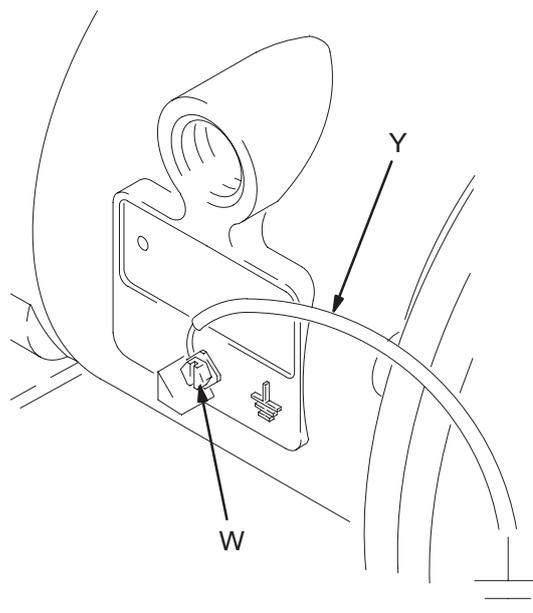

Fig. 1
- *Pompe*: Brancher un fil et une pince de terre et comme indiqué à la Fig. 1. Desserrer la vis de terre (W). Introduire l'extrémité d'un fil de terre (Y) d'au moins 1,5mm2 derrière la vis et bien serrer celle-ci. Raccorder la pince d'extrémité du fil de terre à une véritable terre. Commander la réf. 222011, câble et pince de mise à la terre.